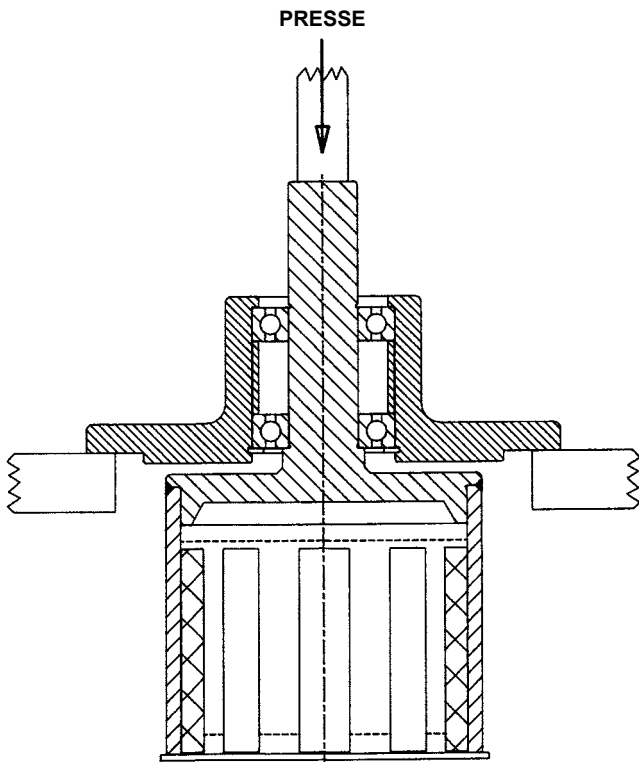

FIGURE 13
- Retirez l'anneau de retenue externe de l'arbre, placez l'unité dans la presse et sortez l'arbre comme indiqué à la **Figure 13**. Soutenez l'extrémité de l'aimant externe pour l'empêcher de tomber et de s'endommager.